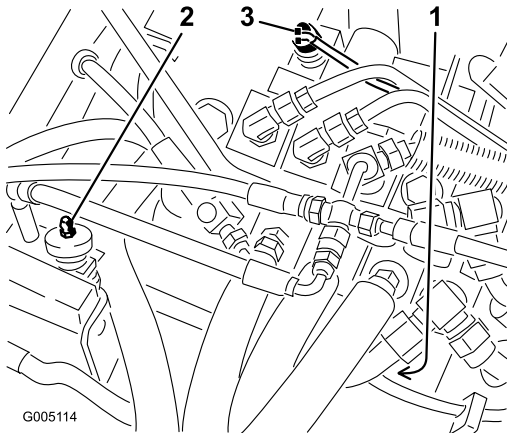

Figura 39
2. Retire el protector del extremo del interruptor del asiento Figura 39 (donde está el botón) y guárdelo para instalarlo en el interruptor nuevo. Desenchufe los conectores del interruptor.
2. Desenchufe los conectores del interruptor de tracción que está instalado en el sombrerete del banco de válvulas, en la sección de válvulas del selector (Figura 39).
2. Desenchufe los conectores del extremo del interruptor de siega/elevación que está instalado en el sombrerete del banco de válvulas (Figura 39).